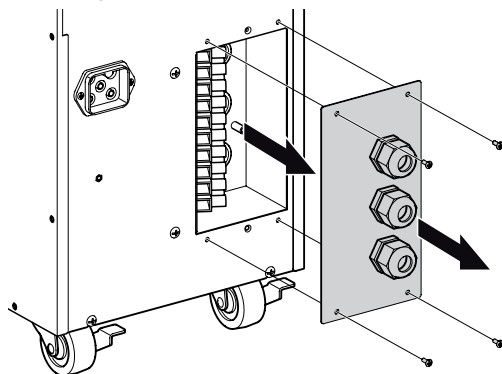

Рисунок 16. Доступ к клеммной колодке.
1. Доступ к клеммной колодке: снять 4 винта с крышки клеммной колодки (см. Рис. 16)